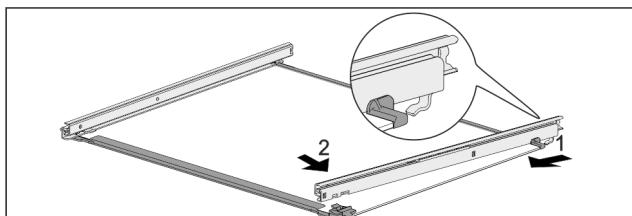

Fig. 53 Sklenená doska s koľajničkami
- Zaháknite koľajničku vzadu. Fig. 53 (1)
- Zaklapnite koľajničku vpred. Fig. 53 (2)